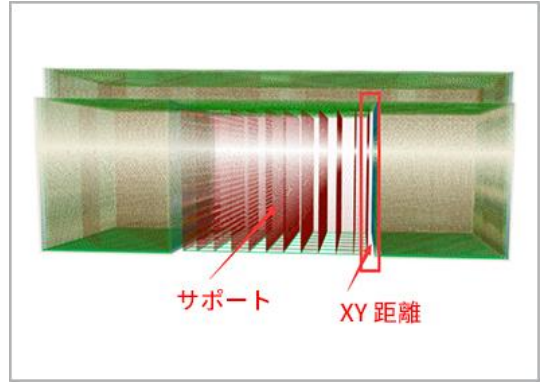

図 28, スライスが完了 (サポートを追加)
(6)サポートとモデル XY 面間隔(単位 mm) :つまり、図 28 に示すように、サポートとモデルで指定された側面との距離です。この間隔はサポートとモデルの距離を決定し、近すぎると除去しにくくなり、遠すぎるとサポート範囲が縮小してオーバーハングが発生します。デフォルト値は、テスト済みの良い値であり、一般的には調整する必要はありません。印刷要件が高いユーザーには、0.3 mm 間隔で増減することをお勧めします。